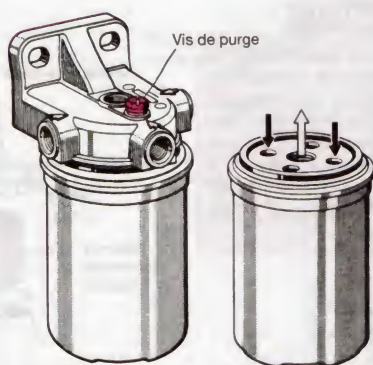

Figure 20.2. Filtre-box simple à bride en équerre et sa cartouche
- entre le côté refoulement de la pompe d'alimentation et la *pompe d'injection* (fig. 20.2) sur un circuit avec « *pompe en ligne* » (le filtre est « en pression ») ;
- des éléments dits « à cartouches vissées », à échange rapide (fig. 20.2) ; ces filtres sont appelés « filtres box », et nécessitent une sangle de dévissage adaptée ;